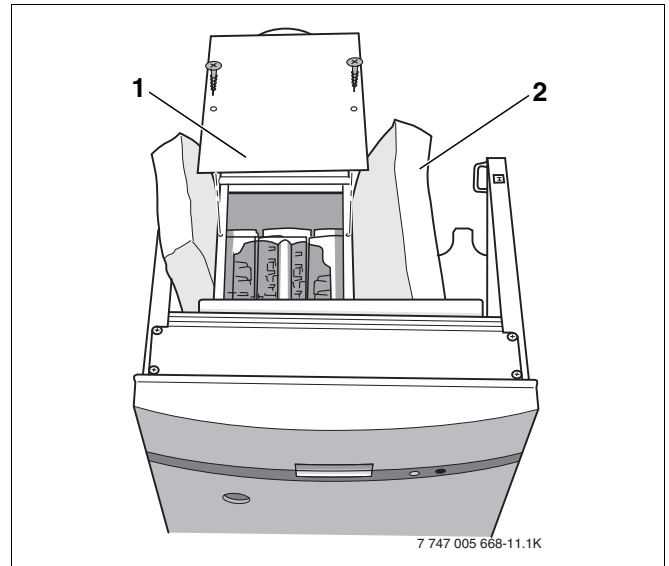

Abb. 36 Reinigungsdeckel ausbauen
- Wärmeschutz (Abb. 36, **Pos. 2**) zur Seite klappen.
- Reinigungsdeckel (Abb. 36, **Pos. 1**) vom Abgas-sammler abschrauben.